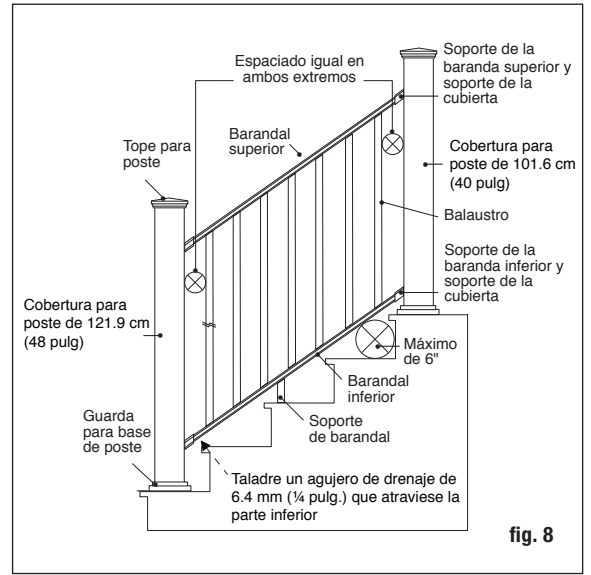
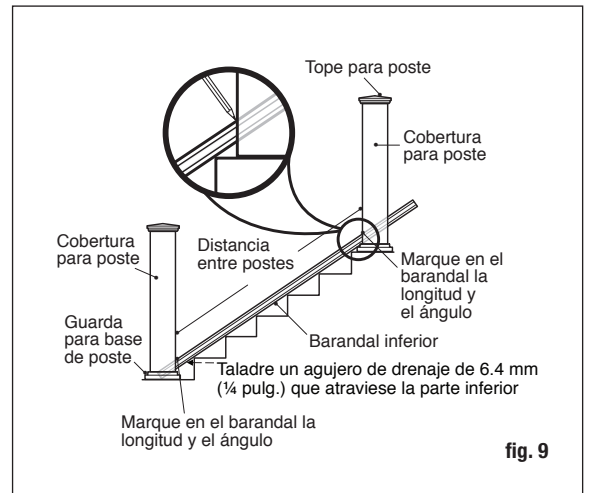
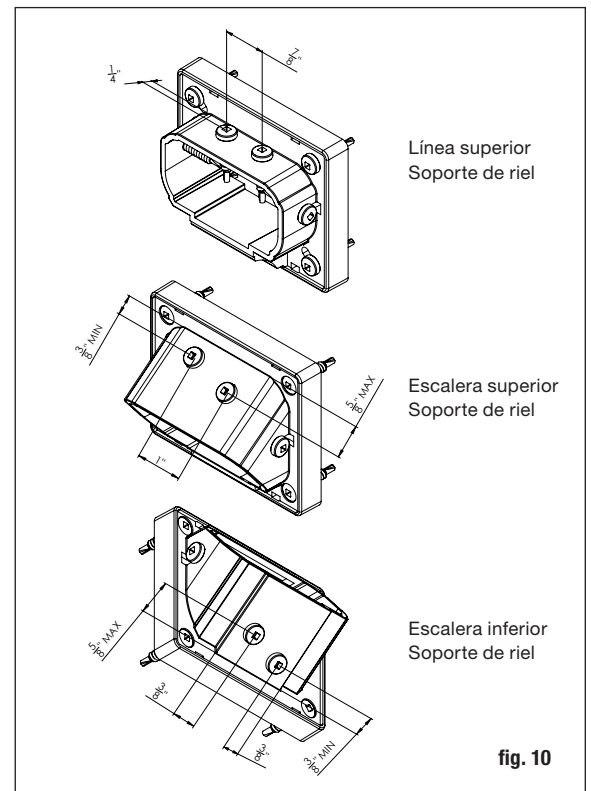

fig. 8
fig. 9
fig. 10
Paso 6 Mida la distancia entre las coberturas de poste instaladas para determinar la longitud de los barandales superior e inferior. Asegúrese de que los orificios de los balaustres estén orientados correctamente. Posicione el barandal inferior en los peldaños de la escalera al lado de los postes y ajústelo de modo que la distancia entre el primer agujero de balaustre y el poste sea mayor a 7 cm (2-3/4 pulg.) como mínimo, e igual en ambos extremos (fig. 8). Marque el barandal en la longitud y ángulo apropiado. Corte el barandal inferior. Corte el barandal superior a la misma longitud y ángulo (fig. 9). **Taladre un agujero de drenaje de 6.4 mm (1/4 pulg.) que atraviese la parte inferior del laguero, para evitar la**
Paso 7 Coloque las cubiertas de soportes del barandal apropiado y los soportes para escalera en los extremos del barandal inferior. Ponga especial atención a los soportes que utilice, ya que son diferentes dependiendo de si es el barandal superior o inferior y del ángulo hacia arriba o abajo (fig. 10). Determine la posición del soporte de barandal y fíjelo al barandal inferior. Sostenga el barandal inferior entre los postes en los peldaños de la escalera (fig. 9). Podría necesitar colocar cuñas iguales entre dos rebordes de peldaños para elevar el barandal inferior. Consulte los requisitos en su área. Generalmente, no puede permitirse que pase una esfera de 15.2 cm (6 pulg.) a través del triángulo formado por el barandal inferior, el travesaño y la contrahuella (fig. 8). Centre el soporte de la escalera en el poste. Usando el soporte de escalera como guía, marque las posiciones de los tornillos en la cobertura del poste y en el barandal en ambos extremos. Pretaladre agujeros guía de .32 cm (1/8 pulg.) a través de la cobertura de poste y del barandal. Sujete el soporte de escalera a la cobertura del poste usando cuatro tornillos cuadrados de cabeza plana #8 - 15 x 2" - #2 y luego sujete el soporte de escalera al barandal usando dos tornillos cuadrados autorroscantes de cabeza oblea #8-16 x 3/4" - #1.